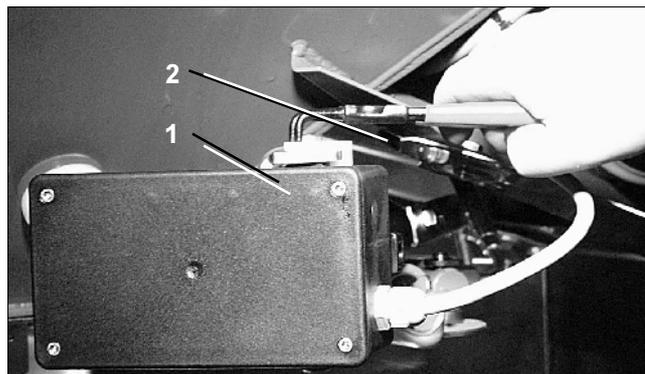

Fig. 101
- Enlever les deux clips d'arrêt (Fig. 101/1) en utilisant une pince spéciale (Fig. 101/2).